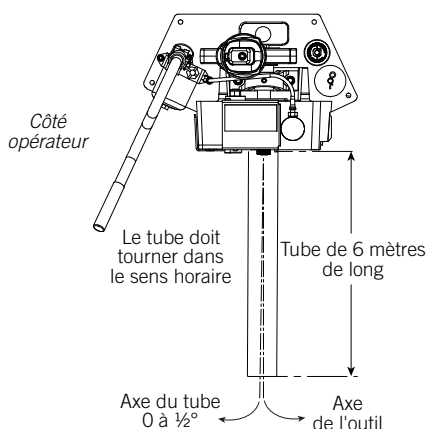

FIGURE 2 : ANGLE D'ALIGNEMENT
8. Appuyez sur la commande au pied. Vérifiez que la molette inférieure tourne de la droite vers la gauche, si l'on place à l'avant de la rainureuse. (Voir Figure 2, page 16 pour plus de détails.) Si la molette inférieure tourne de la gauche vers la droite, inversez le collier de rotation comme expliqué au point 9 ci-dessous. Relâchez la commande au pied.